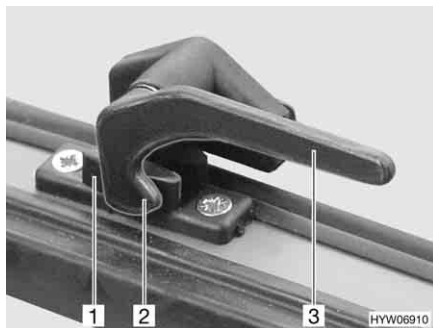

Bild 96 Låsarm i läget "stängd"
- Vrid alla låsarmar (Bild 96,3) ett kvarts varv mot luckans mitt.
- Vrid alla låsarmar (Bild 96,3) ett kvarts varv mot ramen. Låsspaken (Bild 96,2) sitter på insidan av lucklåset (Bild 96,1).
- I läget "helt stängt" (Bild 96)